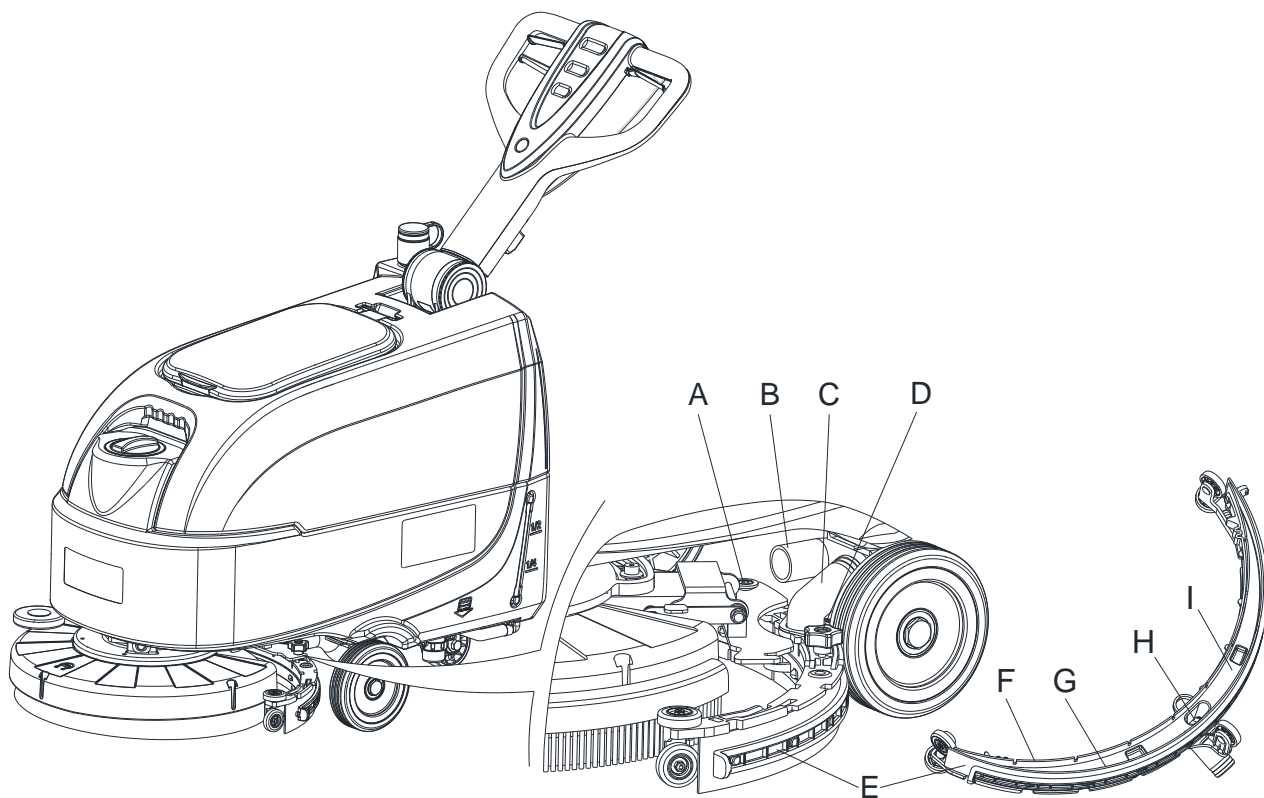
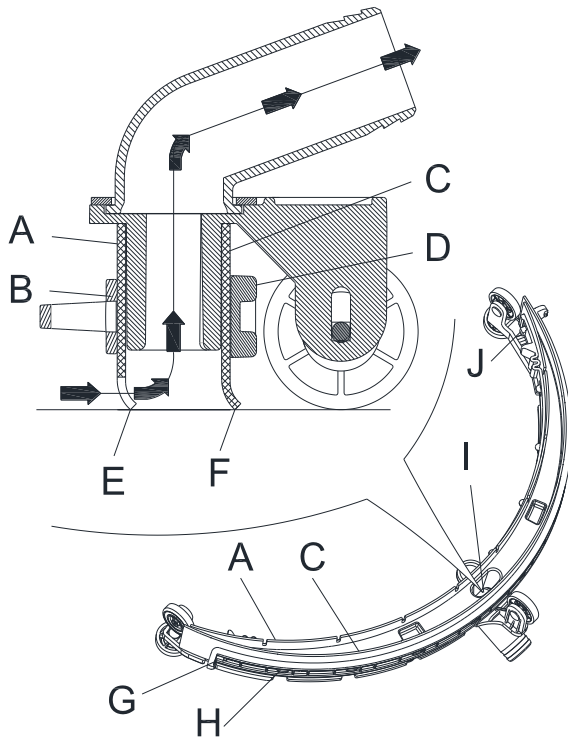

Abb. 2
Abb. 3
14. Prüfen Sie den Zustand der vorderen (A, Abb. 3) und hinteren Wischblätter (C); sie dürfen keine Schnitte oder Risse aufweisen, gegebenenfalls wie folgt austauschen. Überprüfen Sie, ob die Vorderkante (F) des hinteren Wischblatts abgenutzt ist. Drehen Sie das Wischblatt ggf. um und verwenden Sie eine der drei unversehrten Kanten als Vorderkante. Falls die anderen Kanten ebenfalls abgenutzt sind, ersetzen Sie das Wischblatt, indem Sie wie folgt vorgehen:
- Lockern Sie mithilfe der Lasche (G) das elastische Band (D) an den Befestigungselementen (H) und entfernen Sie es, drehen Sie dann das hintere Wischblatt (C) um oder ersetzen Sie es.
- Installieren Sie das hintere Wischblatt in umgekehrter Reihenfolge wie beim Ausbau. Befestigen Sie das elastische Band (D) von einer Seite aus an den Verschlüssen (H). Um den Befestigungsvorgang zu erleichtern, befestigen Sie die Verschlüsse nacheinander, indem Sie das Band mit einer Hand vor dem Verschluss festhalten und mit der anderen Hand daran ziehen.
- Das elastische Befestigungsband (B) aus den Halterungen (J) lösen und ausbauen.
- Das vordere Wischblatt (A) auswechseln (oder umdrehen), dann das elastische Befestigungsband (B) wieder anbringen.
15. Die Saugleiste (E, Abbildung 2) installieren und den Knopf (D, Abbildung 2) festdrehen.
16. Schließen Sie den Saugschlauch (B, Abbildung 2) am Anschluss der Saugleiste (C, Abbildung 2) an.